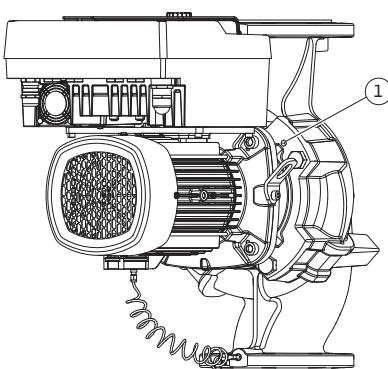
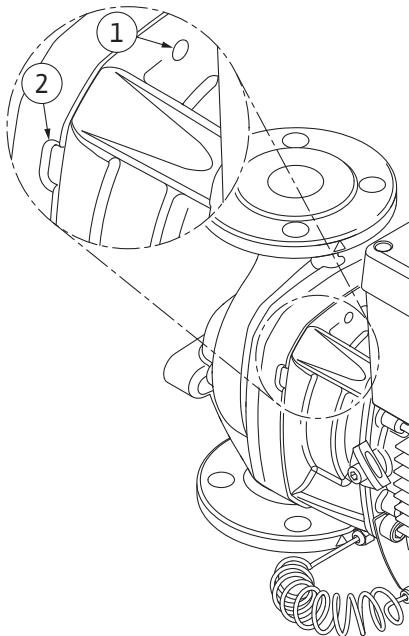

Fig. 104: Istiskivanje utičnoga kompleta putem provrta s navojem
Fig. 105: Provrti s navojem i proze za istiskivanje utičnog kompleta s kućišta pumpe
12. Za tip pumpe (Fig. III, IV) otpustite vijke poz. 29. Upotrijebite dva provrta s navojem (Fig. 104, poz. 1) koji se nalaze pored i upotrijebite prikladne, lokalno dostavljene vijke (npr. M10 x 25 mm). Istisnite uticni komplet s kućišta pumpe. Za tip pumpe (Fig. I i Fig. II) upotrijebite dva provrta s navojem M10 (vidi Fig. 105) i prikladne, lokalno dostavljene vijke (npr. M10 x 20 mm). Za istiskivanje mogu se upotrijebiti i prorezni (Fig. 105, poz. 2). U tu svrhu postavite npr. dva odvijača i upotrijebite ih kao ručicu. Nakon otrplike 15 mm putanja istiskivanja uticni komplet više neće ulaziti u kućište pumpe.